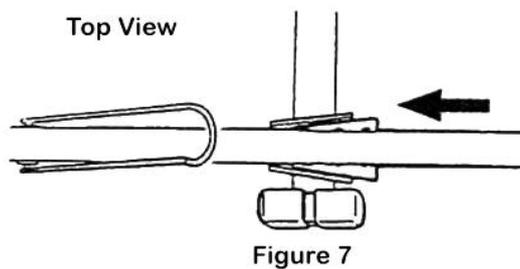

Figure 7
- a. Schieben Sie die verjüngenden Platten auf den Traversen in die verjüngenden Aufnahmen des Plattenträgers. (Figure 7)